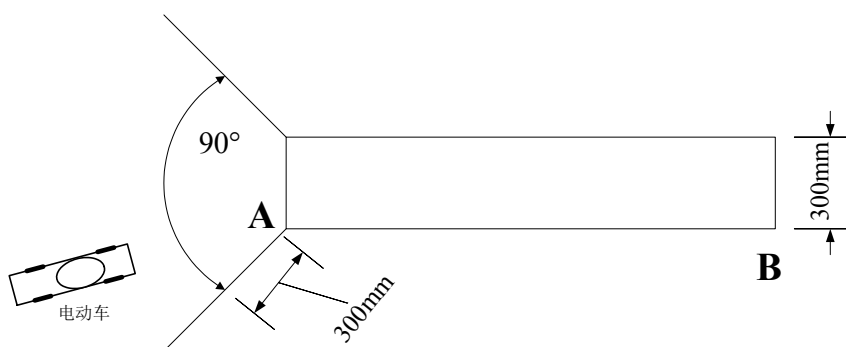

图3 自动驶上跷跷板示意图
- (1) 将电动车放置在地面距离跷跷板起始端 A 点 300mm 以外、90° 扇形区域内某一指定位置(车头朝向跷跷板), 电动车能够自动驶上跷跷板, 如图 3 所示: